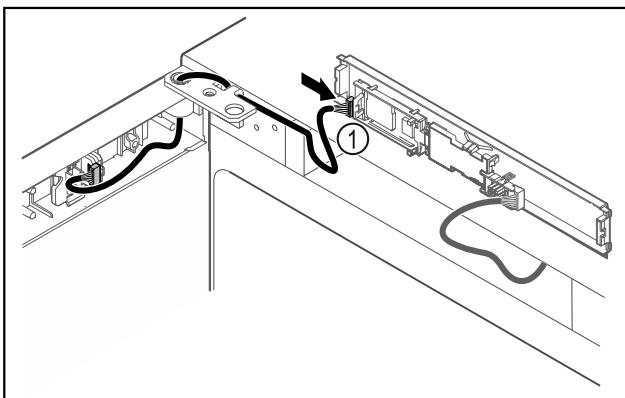

Fig. 39
► Stecker Fig. 39 (1) an Platine anstecken.